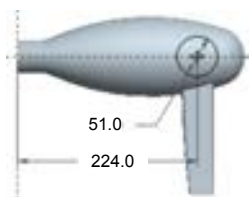

图 6.7.49 截面草图
(3) 定义偏移类型: 在操控板的偏移类型栏中选取  (即带有斜度的偏移)。
(4) 定义偏移属性: 单击操控板中的 **选项** 按钮, 选择 **垂直于曲面** 命令, 然后选中 **侧面垂直于** 中的 曲面单选项, 选取 **侧面轮廓** 中的 直单选项。
(5) 定义草绘属性。单击操控板中的**参照**按钮，在弹出的界面中单击**定义...**按钮；系统弹出“草绘”对话框，设置草绘平面为 TOP 基准平面，参照平面为 RIGHT 基准平面，方向为**右**，然后单击**草绘**按钮；绘制图 6.7.49 所示的截面草图，完成后单击**✓**按钮，退出草绘环境。